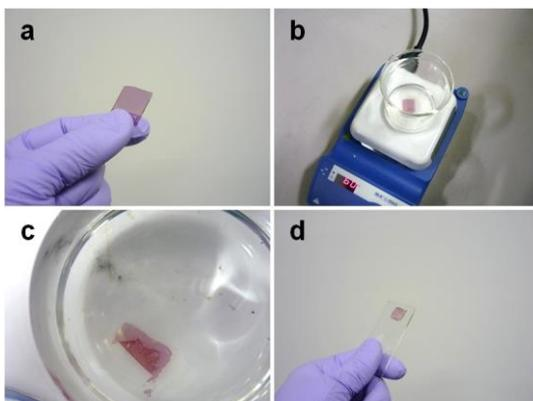

図 2 ソフト摩擦転写法で作製した厚さ 30-40 nm の導電性高分子 (P3HT) の配向膜を基板よりはがす方法。(a) 基板上の導電性高分子の配向膜, (b) (a) を温度 60 °C の水に浸す。(c) はがれた配向膜, (d) 他の基板に移した配向膜。
- 極薄（厚さ30 nm）の配向膜は基板からはがせ、好きな場所で利用できる（図2）。
本研究グループでは、基板（例えばガラス板）を綿の布でブラッシング後、導電性高分子溶液をスピコート（※2）するだけで、一軸配向（※3）した導電性高分子の配向膜（厚さ30ナノメートル）を得る手法を開発しました。主な特長は、以下の3つです。1）極めて簡単な手法です。常温で行うため、高温で分解しやすい有機物を、配向膜ならびに基板の材料として利用できます。また、常温・空気中で行うため、高温、真空、グローブボックスのすべてが不要で、コスト削減につながります。更にロール・ツー・ロール法（※4）による配向膜製造も期待されます。2）水につけると配向膜は基板から簡単にはがれます（図2）。はがした配向膜は好きな場所に移して利用できます。3）配向膜に電気を流すとEL発光（※5）し、更に偏光（※6）しています。その他、配向のメカニズムは基板に付着したセルローズ（綿や紙を構成している高分子）のテンプレート効果（※7）であること、既存の手法（摩擦転写法※8）と比べ配向度が17倍高くなることもわかりました。なお、導電性高分子の配向膜作製の新しい手法のため、「ソフト摩擦転写法」と命名されました。